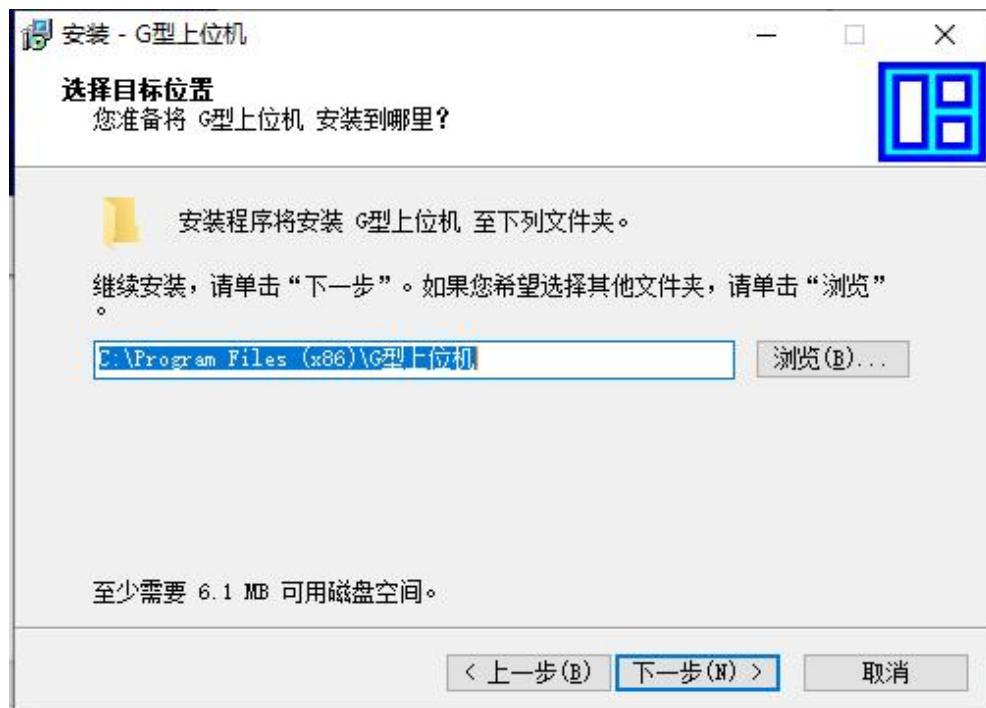

图 1-2
3、在弹出的安装分析软件选择目标位置这里，点击“浏览”可任意选择储存文件夹（“c 盘”/“d 盘”均可），选择完毕后点击“下一步”，继续进行一步操作；如图 1-2；